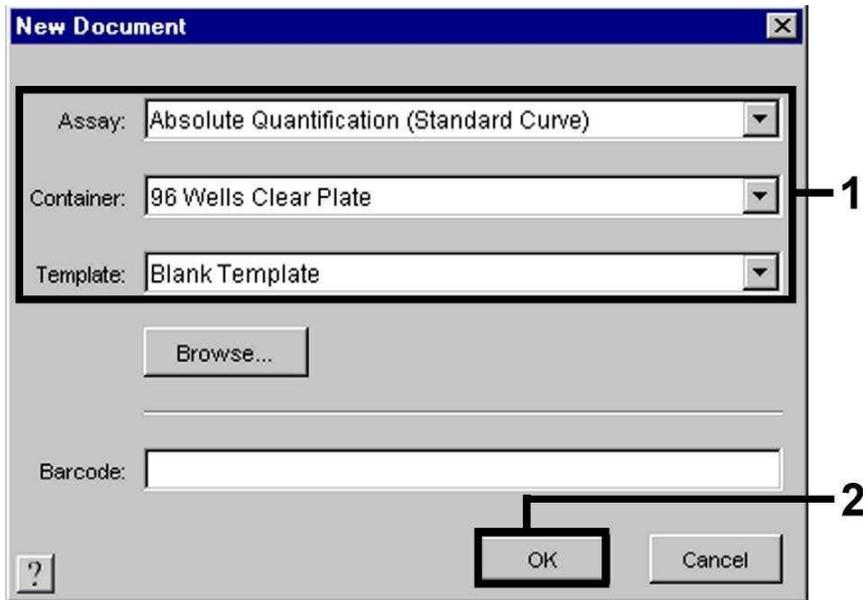

Fig. 16: Preajustes al crear un nuevo ensayo de PCR (*New Document*).
Seleccione la opción *New* del menú *File* en el *ABI PRISM 7900HT SDS* e introduzca los siguientes ajustes básicos para el nuevo documento (véase la Fig. 16). El ensayo grabado anteriormente (*ABI PRISM SDS Template Document [\*.sdt]*) aparece en la lista *Template* o bien puede seleccionarlo mediante la función *Browse* (véase **8.5.3.5 Almacenamiento de la reacción de PCR**). Confirme sus datos (OK).